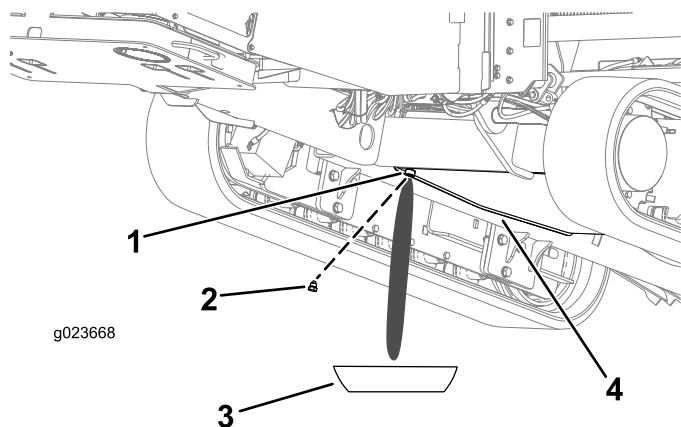

Figure 94
3. Desserrez le bouchon de vidange jusqu'à ce que l'eau et le sédiment s'écoulent (Figure 94).